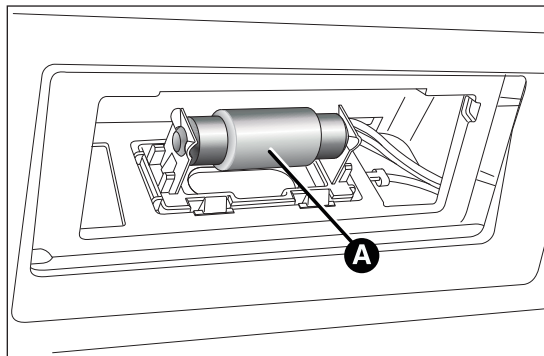

fig. 126
- sostituire la lampada B fig. 126, svincolandola dai contatti laterali;